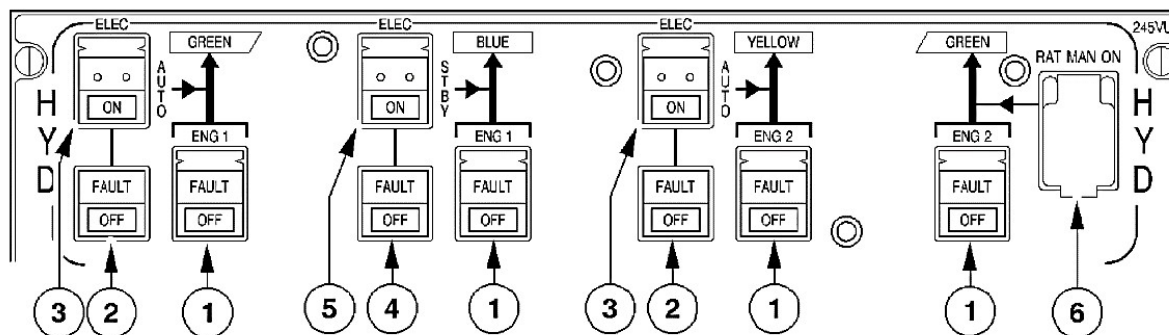

Рис. 1.10. Панель управления HYD Control Panel (245VU).
1.2.1. Основные органы управления гидросистемы (рис.1.10.) размещены на панели HYD Control Panel (245VU), которая располагается на верхней панели (overhead) в кабине экипажа (cockpit).